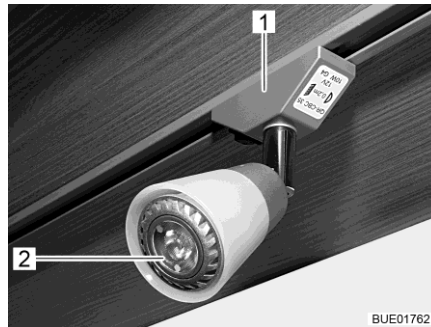

Fig. 300 Spot (coulissant)
- Faire pivoter le spot (Fig. 300,1) de 90° et le sortir du rail.
- Retirer la DEL (Fig. 300,2) avec une ventouse.